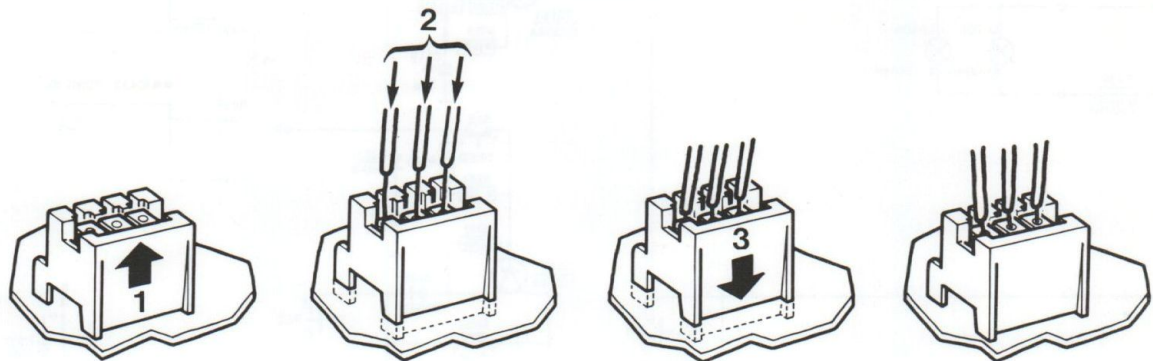

Fig. 4
In Fig. 10 zijn de draadverbindingen ⑦ , ⑧ , ⑨ met de printplaat verbonden d.m.v. een "snap made" connector. Zie voor monteren en demonteren van deze verbindingen: fig. 4.